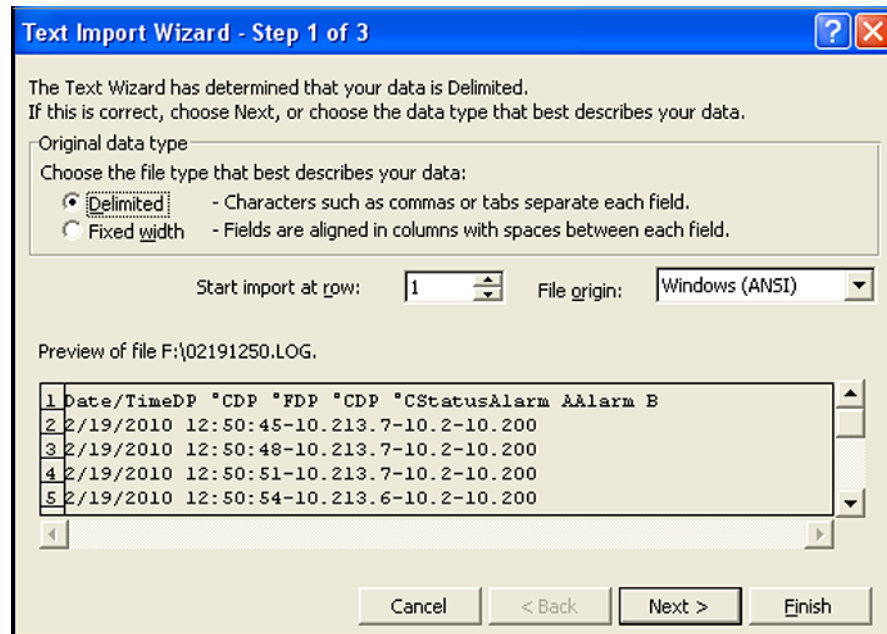

Figure 60: Assistant d'importation Microsoft Excel – étape 1
1. Vérifiez que le type de fichier est "*Tous les fichiers*" puis ouvrez l'enregistrement sélectionné en double-cliquant sur le nom de fichier. Un écran semblable à celui de la *Figure 60* ci-dessous s'affiche.